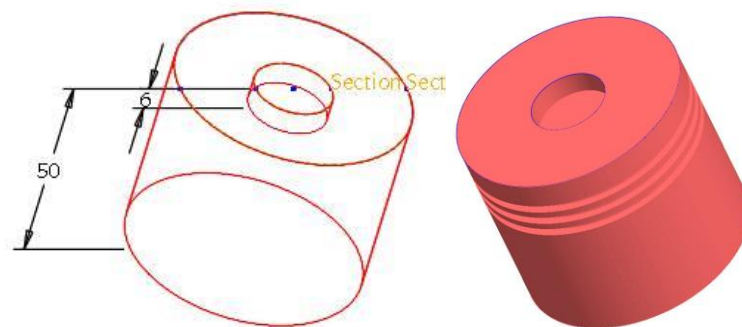

Figure 3 – Piston
- Créer une pièce **Piston** sans placement. Copier dans ce composant la géométrie partagée puis dessiner le piston représenté Figure 3.